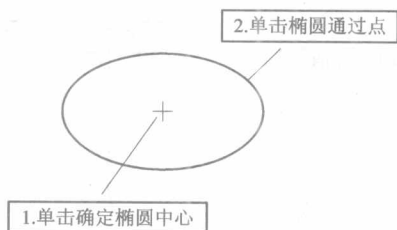

图 2-8 草绘椭圆
(5) 草绘椭圆：单击草绘椭圆图标 ，首先单击椭圆的几何中心，再拖动鼠标确定椭圆的长轴和短轴，单击确认椭圆的草绘，如图 2-8 所示。